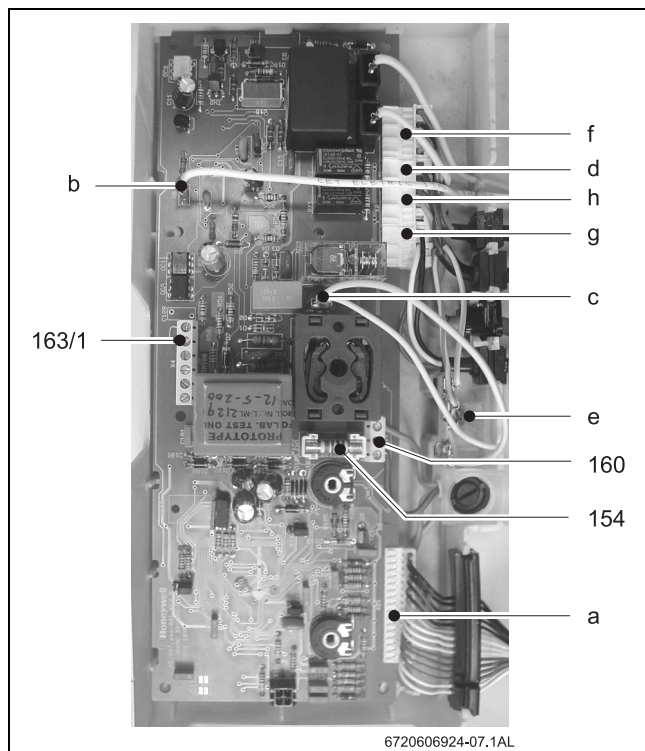

Рис. 11
- ▶ Удалить перемычку 1–4 (см. рис. 11, поз. 163/1).